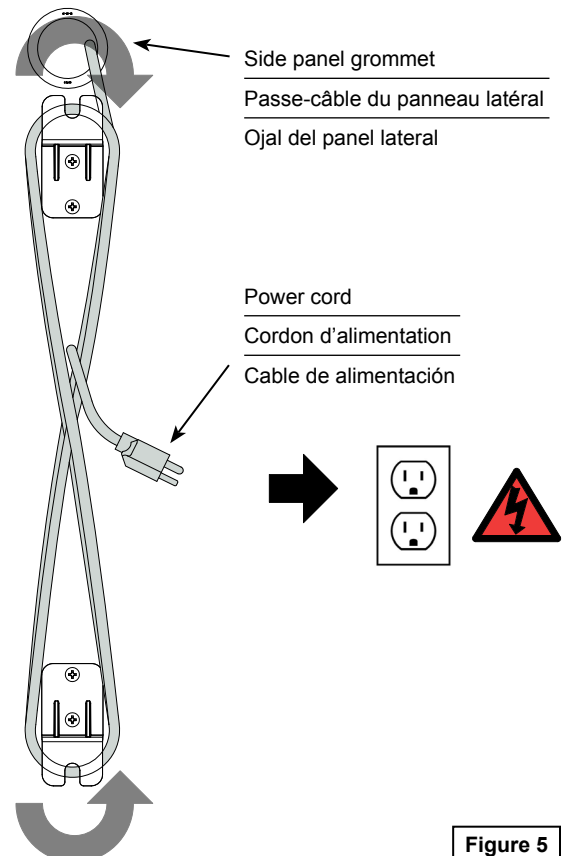

Figure 5
1. Wrap excess cord around the brackets as necessary. **Figure 5.**
1. Enroulez si nécessaire les câbles autour des rembobineurs. **Figure 5.**
1. Enrolle el exceso de cable alrededor de los soportes según sea necesario. **Ilustración 5.**